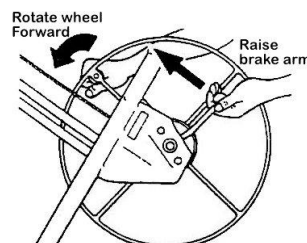

Figure 2
- a) Przytrzymaj koło wciągarki oraz ramię hamulca (Rys. 2).